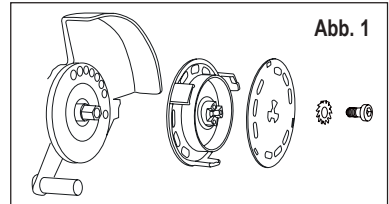
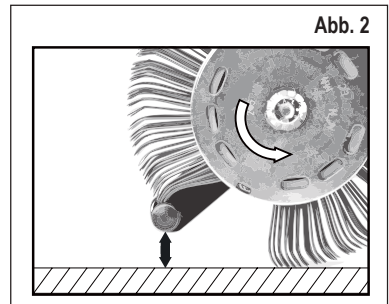

Abb. 1
Abb. 2
3. Druckluftversorgung unterbrechen und dann Die Blaster® Band 11 mm ordnungsgemäß mit dem entsprechenden Aufnahmesystem **AS-012** (Laufrichtung beachten) und der dafür vorgesehenen Fächerscheibe und Schraube am Werkzeug befestigen. Siehe Abb. 1 und Abb. 2
- Verwenden Sie ein Die Blaster® Band in der falschen Laufrichtung? – Richten Sie das Bürstenband so aus, dass es in die vorschriftsmäßige Richtung läuft (siehe Kapitel 6, Inbetriebnahme, Abb. 2).